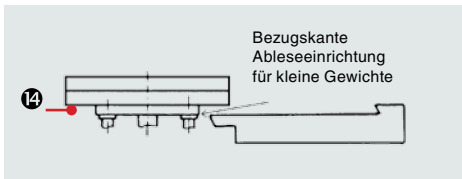

Abbildung 3a: Ableseeinrichtung
- Der Druck ist über das Drehkreuz der Spindel so nachzustellen, dass sich der Kolben in Messstellung (⇒ Abb. 3a oder 3b) befindet.